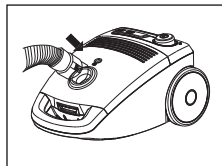
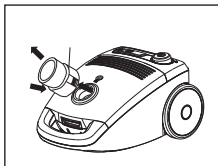

Abb. 1
Abb. 2
1. Kontrollieren Sie, ob sich im Bodenstaubsauger ein Staubbeutel, der Motor- und der HEPA-Filter befinden. Drücken Sie gleichzeitig beide Sicherungstasten am Schlauchende und schieben Sie das Schlauchende in die Öffnung an der Vorderseite des Bodenstaubsaugers (Abb. 1), solange, bis Sie ein Einrasten hören. Falls Sie den Schlauch herausziehen möchten, drücken Sie gleichzeitig beide Sicherungstasten und schieben Sie den Schlauch (Abb. 2) heraus.